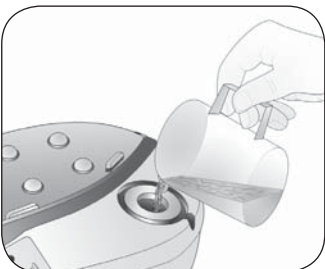

Fig. 3
Press and at the same time unscrew the boiler cap (F) anti-clockwise. Pour 0.5 litres of natural mineral water into the boiler using the measuring cup (H) (Fig. 3). Screw the cap (F) back on.
Pour 0.5 litres of natural mineral water into the boiler using the measuring cup (H) Fig. 3.
Den Dampferzeugerdeckel (F) drücken und gleichzeitig gegen den Uhrzeigersinn drehen. Mit dem Messbecher (H) 0,5 Liter Leitungswasser in den Dampferzeuger einfüllen (Fig. 3). Den Deckel (F) wieder festschrauben.